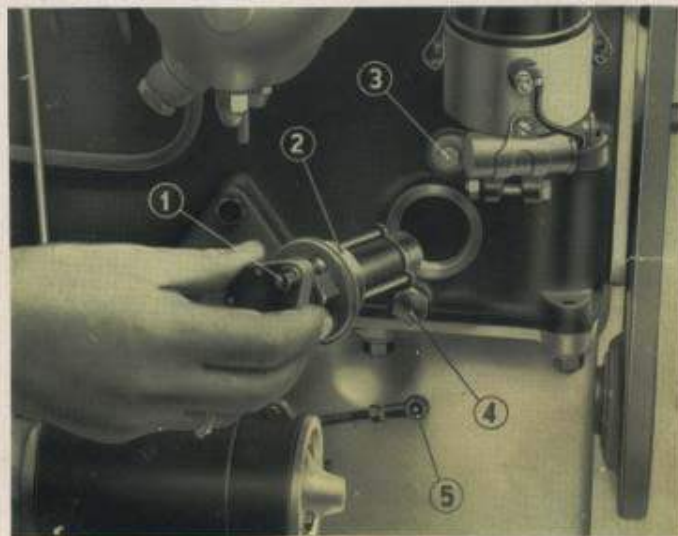

Fig. 21. Smontaggio del filtro a lamelle.
Sul lato destro del blocco cilindri, immediatamente sotto lo spinterogeno, è incorporato, in posizione orizzontale, il filtro autopulitore a lamelle (2) (vedi fig. 21).
Ogni 2000 km. di percorso della vettura è bene far compiere al filtro, col motore avviato, una rotazione a mano di almeno due giri e scaricare le impurità svitando l'apposito tappo (4) situato immediatamente sotto il filtro stesso (vedere fig. 21).